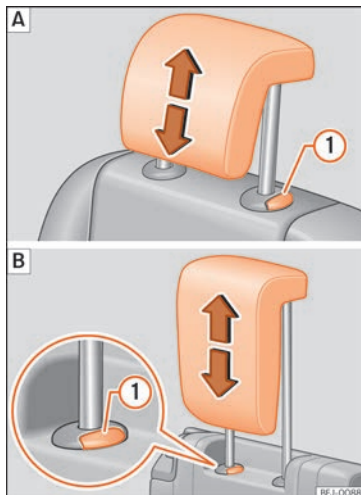

Abb. 145 Hintere Kopfstützen ausbauen: **A** Zweite Sitzreihe, **B** dritte Sitzreihe.
- Kopfstütze bei gedrückter Taste »» **Abb. 145** **①** ganz herausziehen.